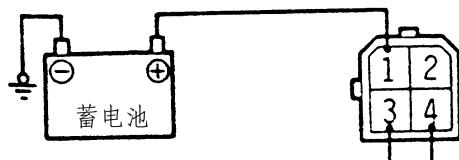

图 12-63 检查雨刷电机
(1) 检查雨刷电机。拆卸雨刷电机电线接头检查雨刷电机，此时雨刷电机应装在车上。按图 12-63 所示将蓄电池接至电机上并检查电机的动作。将蓄电池接线移开使电机停止运转，按图 12-63 所示将蓄电池连接至雨刷电线接头上，在低速运转后检查雨刷是否停在自动停止位置。